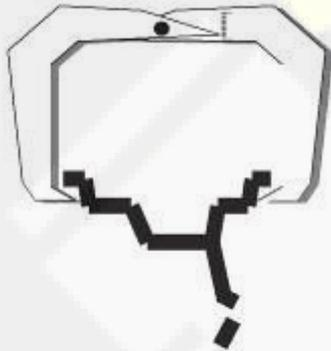

Рис. 10.2
10.3. Ширина обода обычно отмечена на его маркировке. При отсутствии маркировки или невозможности ее прочтения ширину следует измерить специальным инструментом – кронциркулем (см. рис. 10.2).